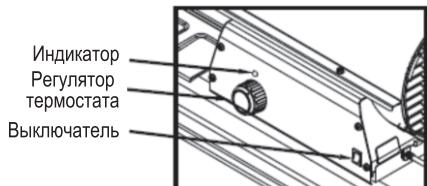

Рис. 10 (Модель: ТП22ДП)
3. Установите нужную температуру регулятором термостата (рис. 10, 11);